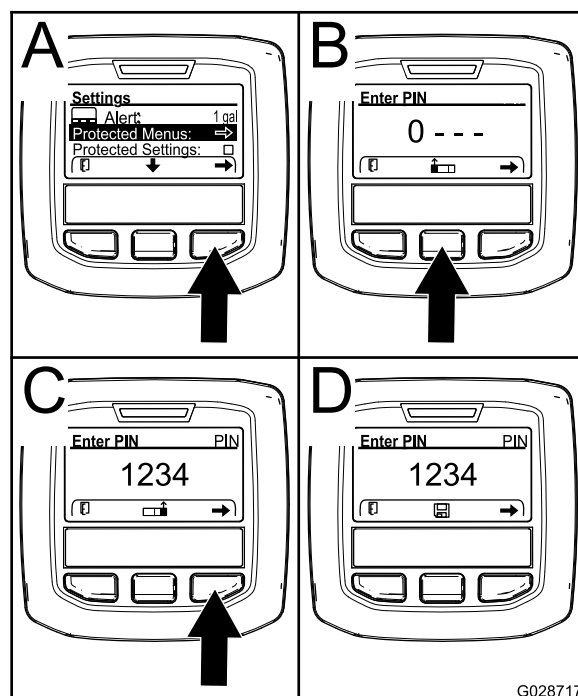

図 12
3. 右ボタンを押して保護メニューProtected Menuを選択する図 12のA。
- 数を大きくするには中央ボタン図 12のBを押す。
- カーソルを右の桁に移動させるには右ボタン図 12のCを押す。
**注** 中央ボタンの上に「保存」アイコンが表示されます図 12のD。